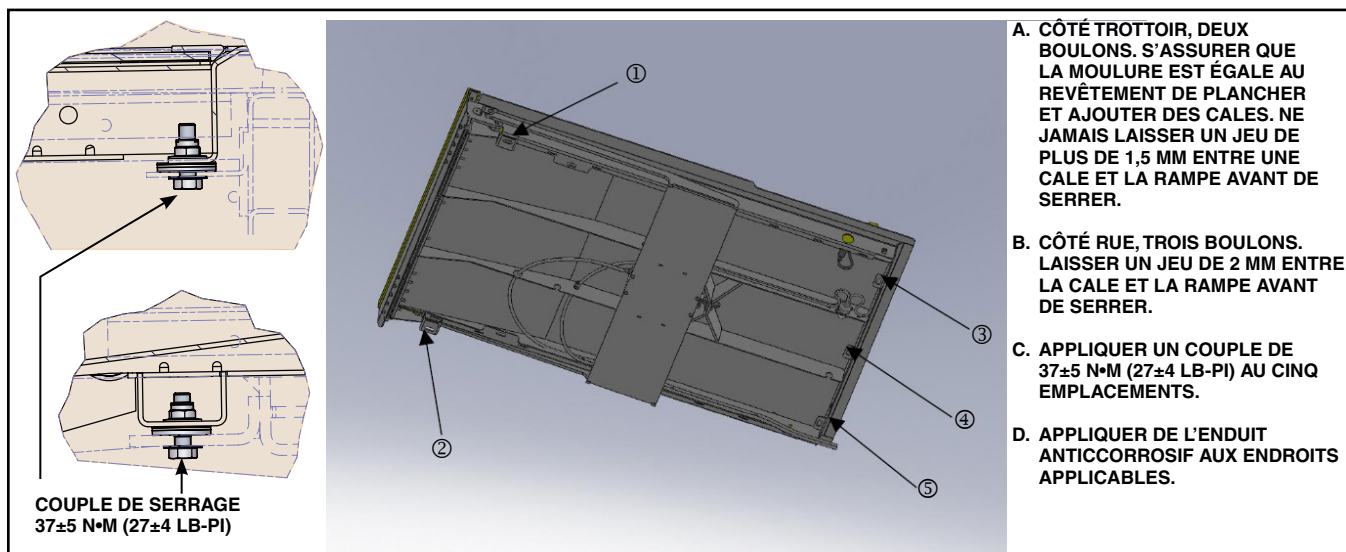
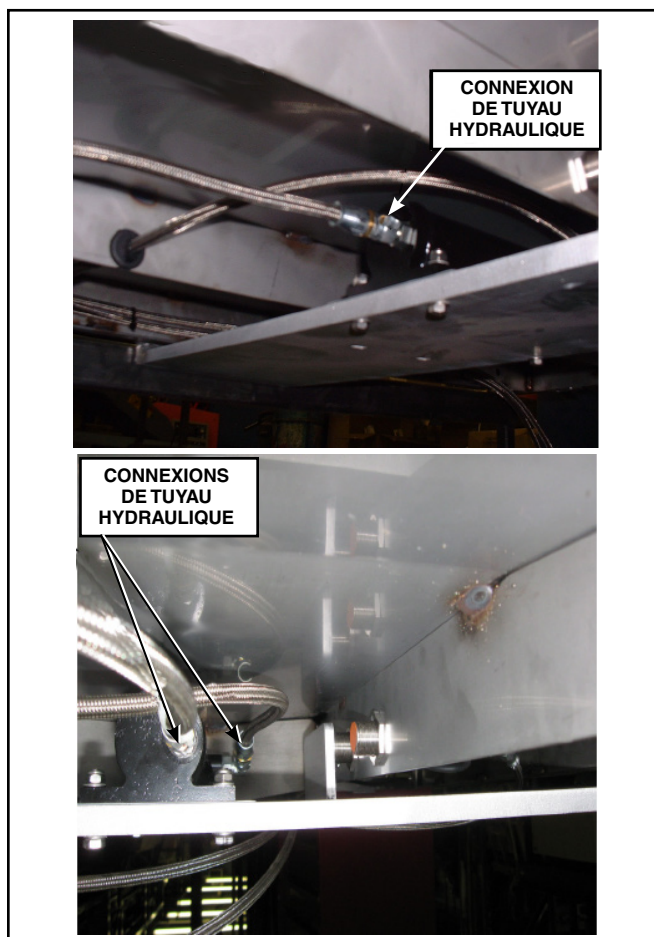
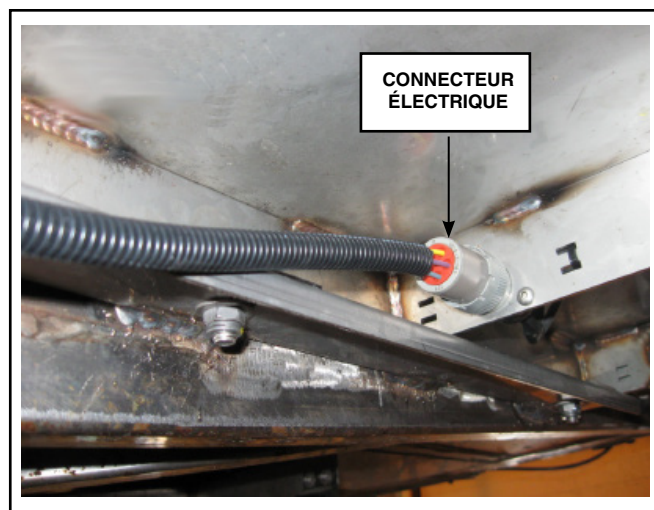

Figure 4 - Points de fixation sous la rampe
Figure 5 - Connexions des tuyaux hydrauliques
Figure 6 - Connexion électrique
Voir Figure 1, Figure 2, Figure 4, Figure 5 et Figure 6.
4. Installer et serrer les assemblages boulonnés, comprenant un boulon, un écrou de blocage et deux rondelles plates qui fixent la charnière de la rampe à la structure du véhicule. Placer une rondelle sous la tête du boulon et une autre rondelle sous l'écrou. Serrer les écrous aux valeurs indiquées en Figure 4, item C.
2. Déconnecter le tuyau hydraulique du vérin. Voir Figure 5.
4. À l'aide de l'écrou sur le capteur, ajuster le capteur de façon à ce que le rebord du capteur soit aligné avec le côté du plancher de la rampe. Voir Figure 4.